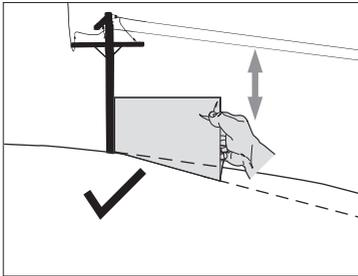

Fig. 01
3. Alinhe cada lado do medidor de inclinação com o objeto, figura, [Fig. 01 e 02].